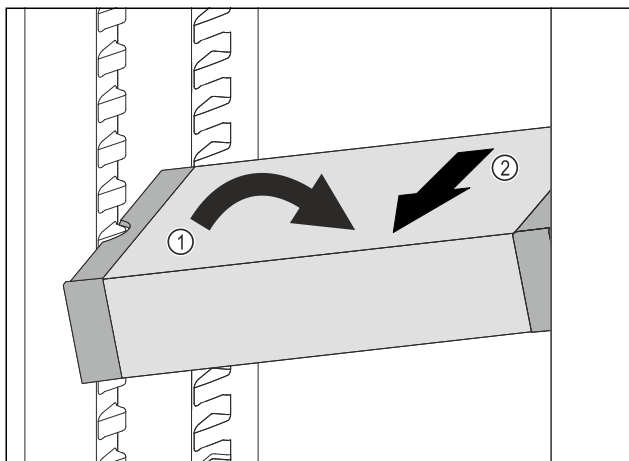

Fig. 98
- Állítsa ferde helyzetbe a VarioSafe-fiókot a hűtőrészben. Fig. 98 (1)
- Előrefelé vegye ki a VarioSafe-fiókot. Fig. 98 (2)